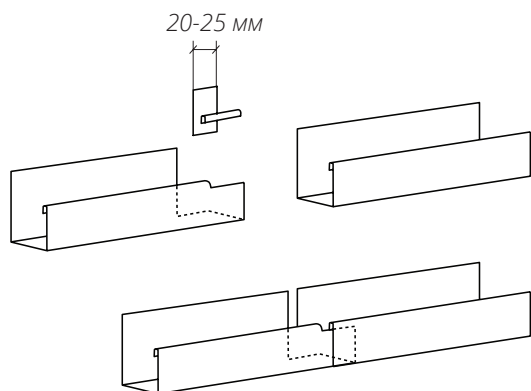

Рис. 8
- Перед установкой подготовьте планку, которую планируете наращивать, как показано на рис. 8 для J-профиля и на рис. 9 для J-фаски.